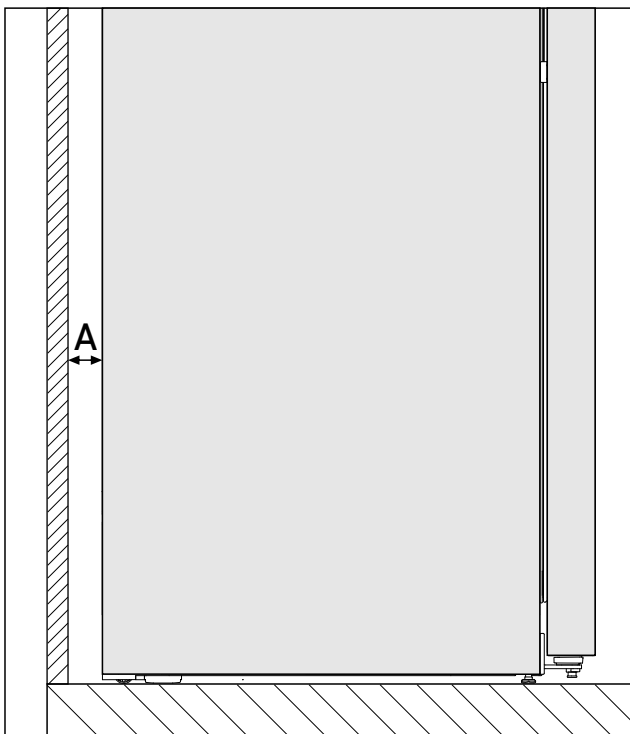

Fig. 3*
Il consumo energetico è stato rilevato con una distanza dalla parete Fig. 3 (A) tra il retro dell'apparecchio e la parete. Se la distanza dalla parete è inferiore a Fig. 3 (A), questo non influenza in alcun modo la funzionalità dell'apparecchio, ma il consumo energetico aumenta con una distanza dalla parete inferiore.*